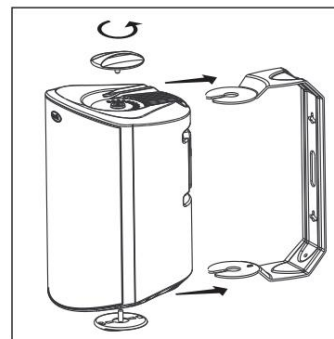

FIGURA 14: Rotiți butoanele pentru a scoate suportul.
12. Fixați difuzorul pe suport glisându-l între brațele suportului. Rampele integrate deschid ușor suportul și ghidează capetele spre proeminențe. Un sistem cu clichet menține difuzorul în poziție și permite mici ajustări de orientare [Figura 14].